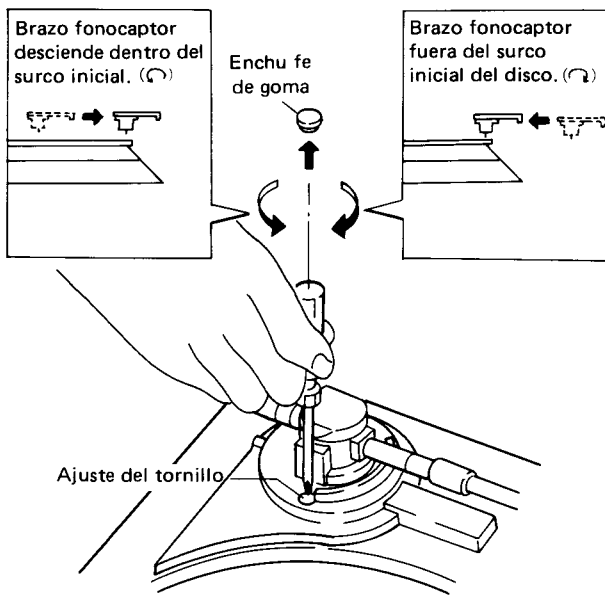

Fig. 14-1 Posición de descenso de la aguja
1. Sacar el enchufe de goma (Fig. 14-1).